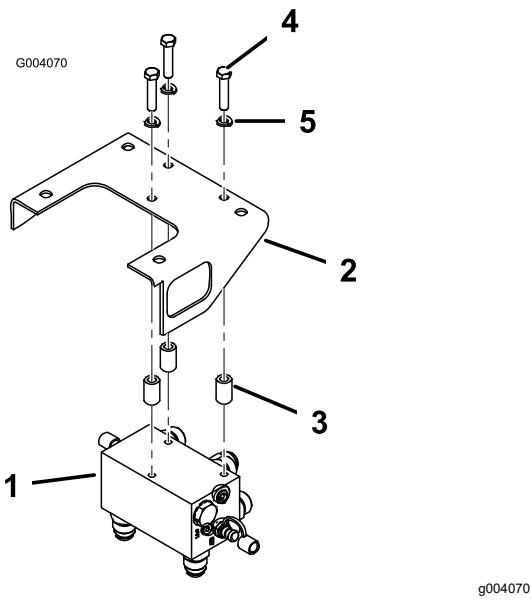

Bild 5
- Befestigen Sie die Verteiler mit drei Schrauben (3/8" x 1-3/4"), Sicherungsscheiben (3/8") und Distanzstücken an der Unterseite der Verteilerhalterung. Setzen Sie die Distanzstücke zwischen die Verteilerhalterung und der Oberseite des Verteilers. Der Verteiler muss so ausgerichtet sein, dass die Anschlussstücke nach hinten und unten zeigen (Bild 5).